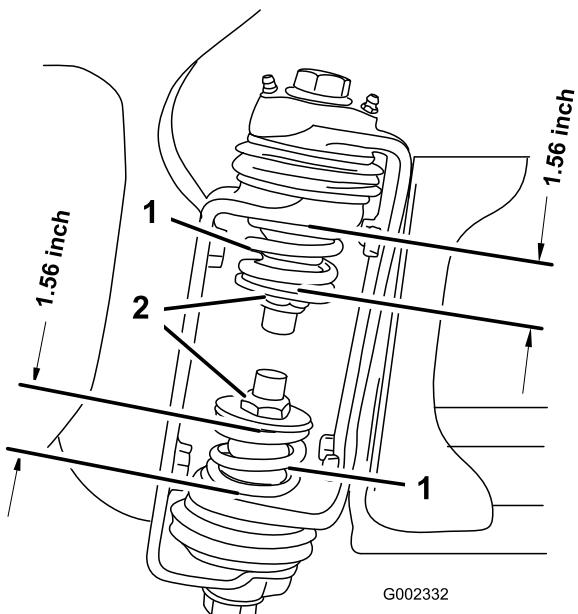

Figura 39
3. All'altezza della cerniera della barra, misurate la compressione delle molle superiori e inferiori mentre le barre sono prolungate (Figura 39).